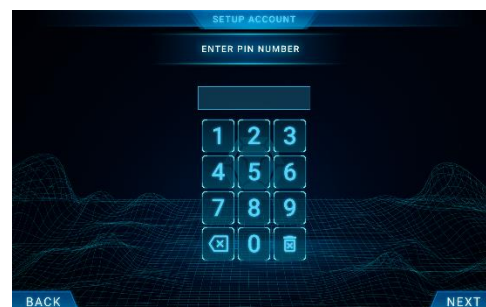

Fig. 9
9. Voer uw pincode in, onthoud de pincode (Fig. 9).